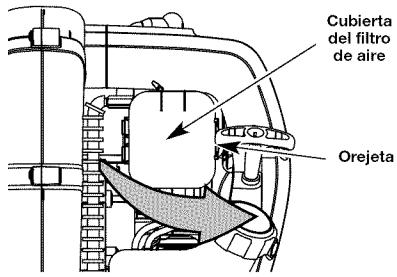

Fig. 17
- Gire la tapa hacia la derecha hasta que la lengüeta que está en la placa posterior del filtro de aire caiga en su lugar en la ranura que está sobre la tapa del filtro de aire (Fig. 17).